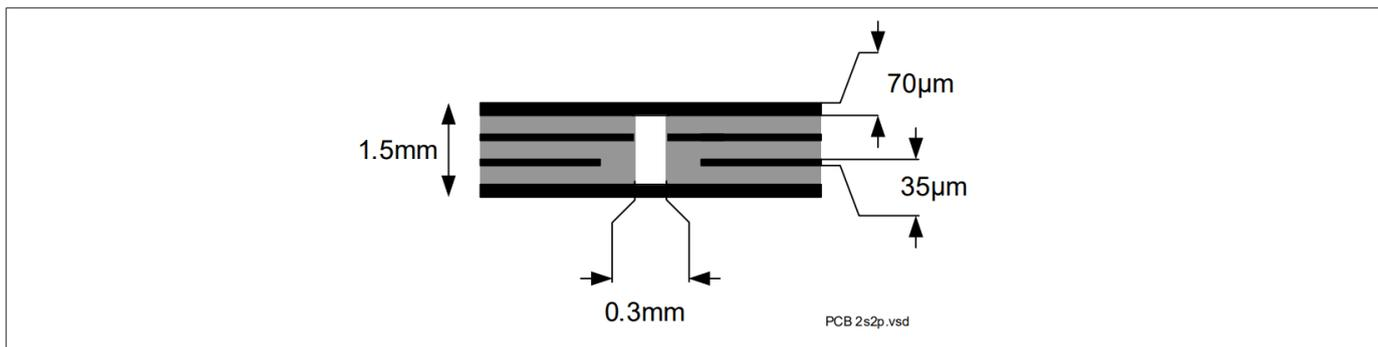

图 4 2s2p PCB 截面
2) 指定的 R_{thJA} 值是根据JEDEC JESD51-2,-5,-7 在 FR4 2s2p 板上的自然对流，在 $T_A=105^{\circ}C$ 总耗散功率为 1 W 的情况下；产品（芯片+封装）在 76.4 x 114.3 x 1.5 mm 板，具有 2 个内部铜层（2 x 70 μm Cu、2 x 35 μm Cu）的情况下仿真。在适用的情况下，裸露的散热焊盘下方的导热过孔阵列接触第一内部铜层。请参考图4。